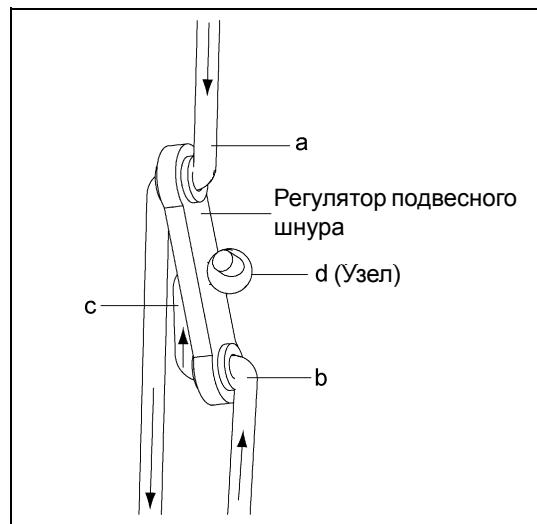

Рисунок 6D
- а. Вставьте подвесной шнур через верхнюю часть внешнего отверстия в регулятор подвесного шнура (а). Направьте шнур через верхнее отверстие монтажного кронштейна регулятора, а затем назад через нижнее отверстие в регуляторе шнура (б). Выведите шнур через среднее отверстие регулятора шнура (с) и завяжите его узлом (д). (См. Рисунок 6D.)